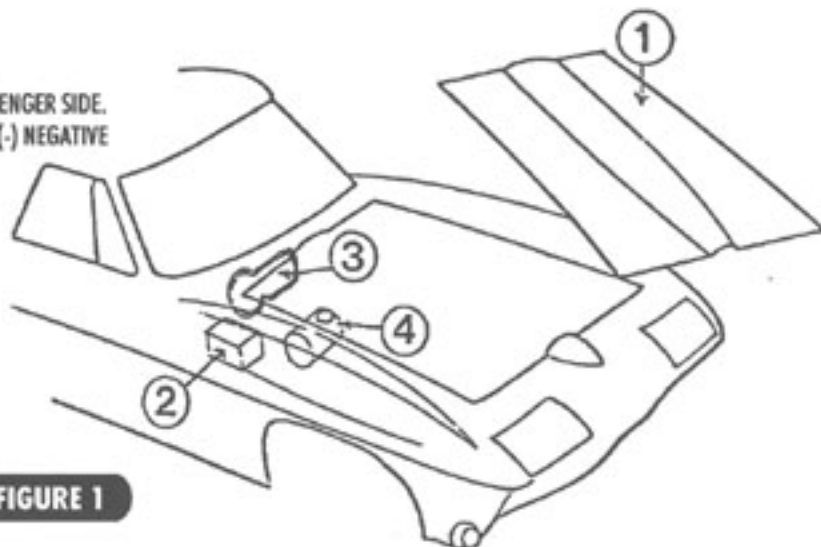

FIGURE 1
• ATTACH DRIVER SIDE AND PASSENGER SIDE ROUND LOUVERS AS SHOWN IN FIGURES 1,2,3 & 4. USE SCREWS SUPPLIED. (IF CAR IS A STANDARD SHIFT, DEPRESS THE CLUTCH PEDAL IN ORDER TO INSTALL LOUVERS).